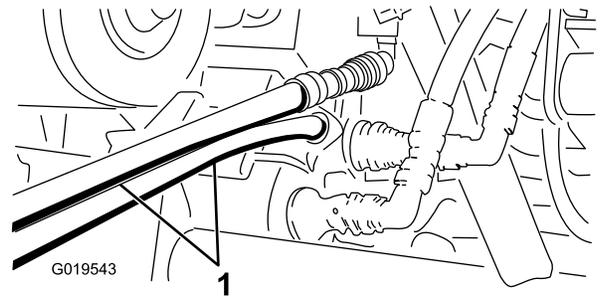

Figura 77
5. Na outra máquina, ligue as duas mangueiras ao acoplador que ainda se encontra no suporte de acoplamento (ligue a mangueira superior ao acoplador superior e a mangueira inferior ao acoplador inferior) (Figura 77).